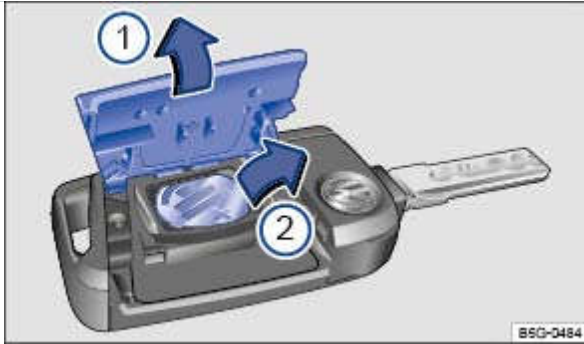

Fig. 26 Clé du véhicule : remplacement de la pile-bouton
Légende de la → Fig. 26 :
- À l'aide d'un objet approprié, par ex. une pièce de monnaie, soulevez le cache situé au dos de la clé du véhicule, en procédant dans le sens de la flèche → Fig. 26  → .
- Retirez la pile bouton du compartiment à pile en faisant levier à l'aide d'un objet mince → Fig. 26 .
- Installez la pile bouton neuve dans le compartiment à pile en l'enfonçant dans le sens inverse de la flèche → Fig. 26  → .
- Placez le cache sur le boîtier de la clé du véhicule en procédant dans le sens inverse de la flèche et appuyez dessus jusqu'à ce qu'il s'encliquette → Fig. 26 .